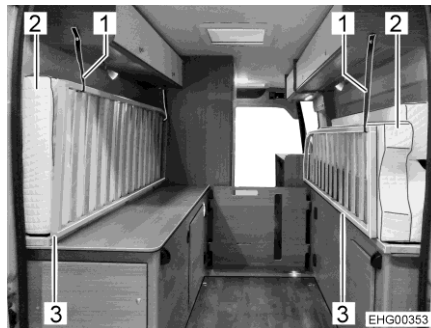

Fig. 39 Matelas et sommiers (position de transport)
- Rabattre les matelas (avec planche médiane et entretoise) des côtés gauche et droit, voir Fig. 39.
- Rabattre les deux sommiers (Fig. 39,3) vers le haut.
- Sécuriser des deux côtés les matelas (Fig. 39,2) et les sommiers avec une sangle de sécurité (Fig. 39,1).